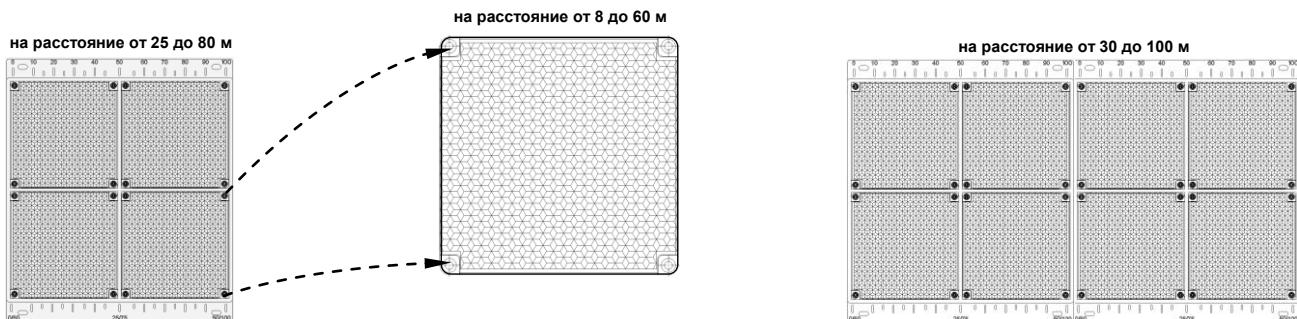

Рисунок 6
3.5.2 Если имеется возможность, то разместите приёмо-передатчик и рефлектор-отражатель друг напротив друга на расстоянии не менее 8 м. При этом необходимо перекрыть 3/4 поверхности рефлектора-отражателя или использовать один из четырёх рефлекторов, демонтировав его в соответствии п. 3.6.2 и рис. 6.